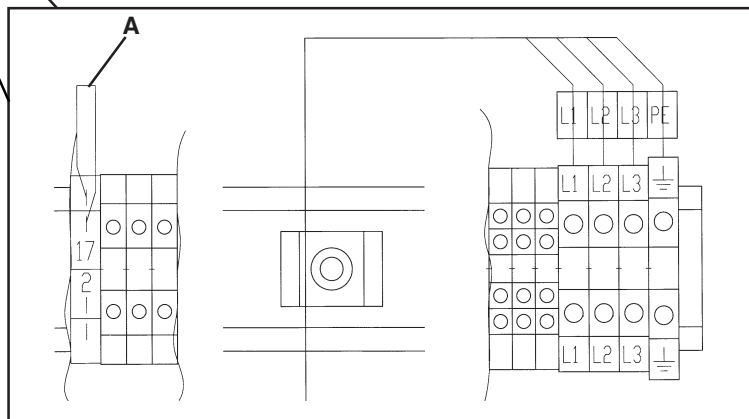

Fig. 7
Passare il cavo di alimentazione attraverso il pressacavo sul fianco della centralina e collegare i fili alla morsettiera (vedi schema elettrico e Fig.7) rispettando la corrispondenza numerica. Inserire il cavetto (A) nel morsetto (17) in questo modo è escluso il pressostato.
Slide the supply cable through the cable clamp on the side of the control unit and connect the wires to the terminal board (see wiring diagrams and Fig. 7) matching the numbers. Connect cable (A) in clamp (17) to disable pressure switch.
Das Versorgungskabel auf der Schaltschrankseite durch den Kabelpresser führen und die Drähte an den Klemmkasten anschliessen (siehe Schaltplan und Abb. 7). Dabei das Übereinstimmen der Nummern berücksichtigen. Die Litze (A) in die Klemme (17) einfügen, dadurch wird der Druckschalter ausgeschlossen. Die Versorgungslinie unter Strom setzen.
Passer le câble d'alimentation au travers du serre-câble sur le côté de la centrale et raccorder les fils à la boîte à bornes (voir schéma électrique et Figure 7) en respectant la correspondance numérique. Introduire le câble (A) dans le borne (17) pour désactiver le pressostat.
Pasar el cable de alimentación a través del sujeta-cables que hay al lado de la central y unir los hilos a la regleta de bornes (ver esquema eléctrico y la Fig.7) respetando la correspondencia numérica. Introducir el cable (A) en el borne (17) para deshabilitar el presostato.